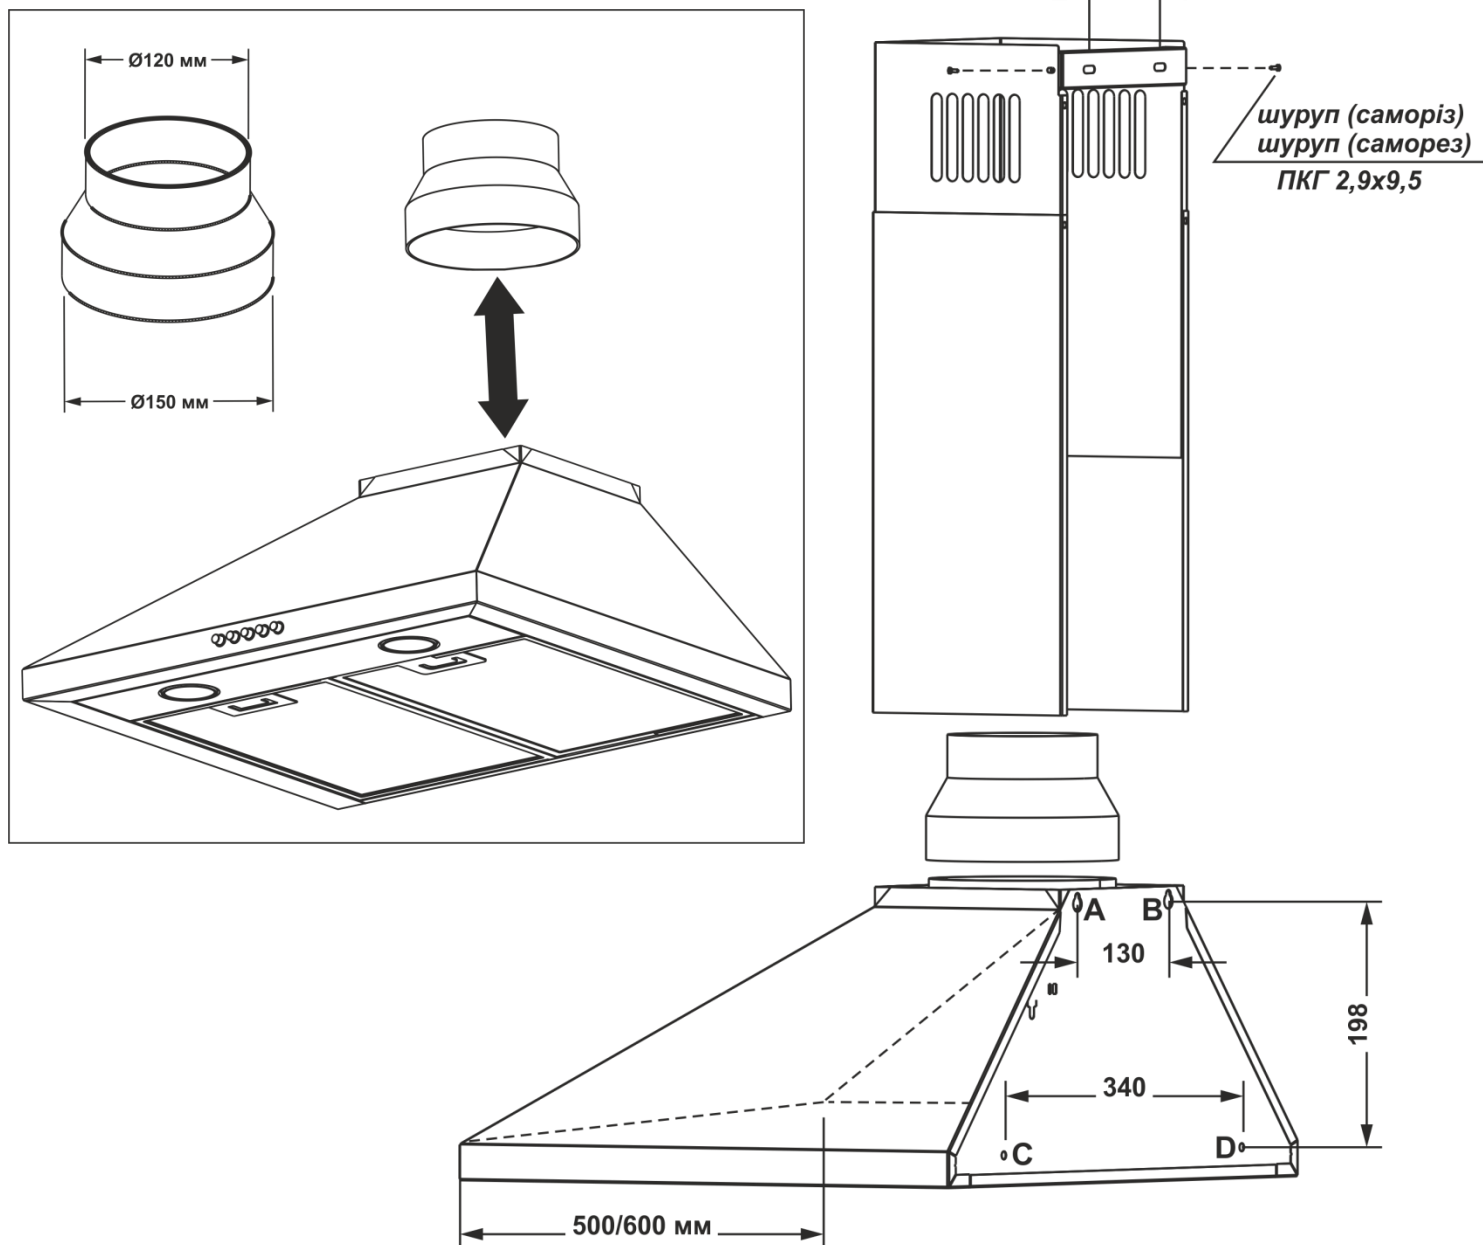

Рис.4
6.3 Проведіть розмітку кріпильних отворів корпусу на стіні кухні. Для цього виготовте паперовий шаблон з координатами 4-х отворів на задній стінці корпусу (точки А, В, С, D); прикладіть шаблон до стіни на необхідній наставній висоті, що вказана вище, і вирівняйте його по рівню (рис.4).
6.8 Вставте коминка в нішу корпусу так, щоб він закривав повітровід вентиляції, і розмітьте по пазам планки коминка 2 отвори під кріплення (т. Е, F)_(рис.4).
6.11 Установіть коминак в нішу корпусу, з'єднавши з планкою коминака і з'єднайте їх з боків **2-ма шурупами (саморізи) ПКГ 2,9x9,5 (рис.4)**.